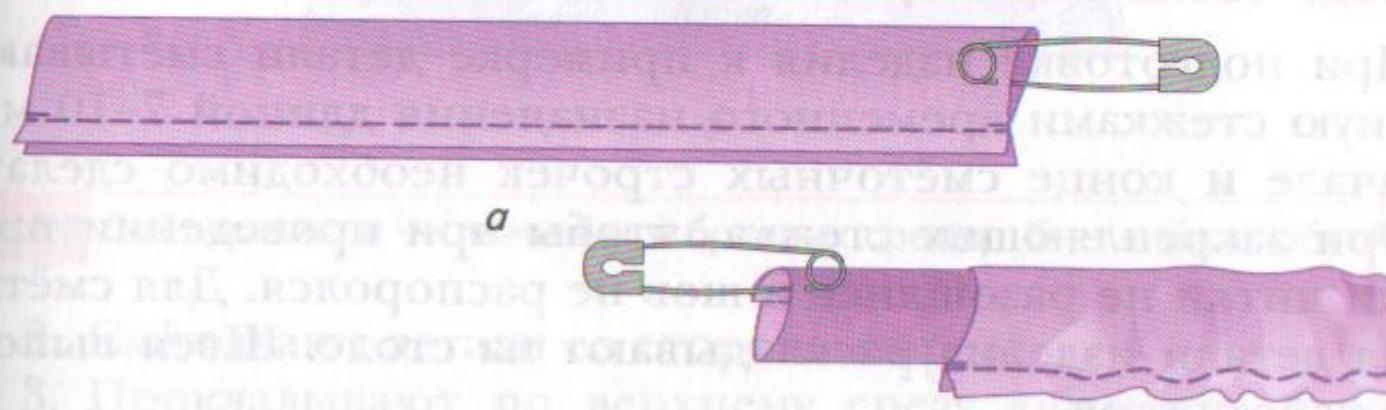

Рис. 97 Изготовление завязки (бретели): а — обтачивание; б — вывертывание
2. Проложить машинную строчку по линии шва, выполняя закрепки. Срезать припуски шва (рис. 97, а).
3. Вывернуть деталь на лицевую сторону, пользуясь английской булавкой (рис. 97, б). Выправить завязку (бретель).